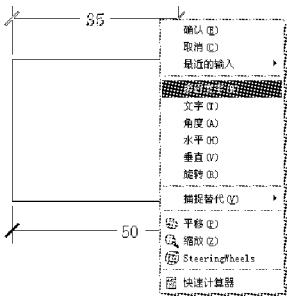

图 3.4 多行文字选项
① 多行文字(M): 在命令提示行中输入“M”,或在绘图区单击鼠标右键,并从弹出的快捷菜单中选择“多行文字”命令,如图 3.4 所示。